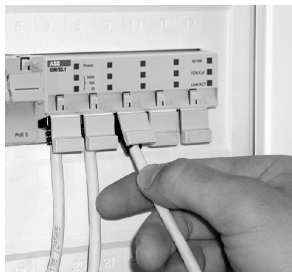

Bild 2
- 1 Nach der Montage des Deckels stecken Sie die Patchkabel in die RJ45-Buchsen an der Frontseite und stellen Sie die Verbindungen zu den aktiven Netzwerkkomponenten her (z. B. einem Switch, s. Bild 2).